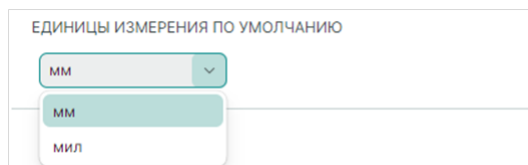

Рис. 69 Выбор единиц измерения
1. Выберите и переключите используемые единицы измерения с помощью выпадающего списка в поле «Единицы измерения по умолчанию», см. Рис. 69.